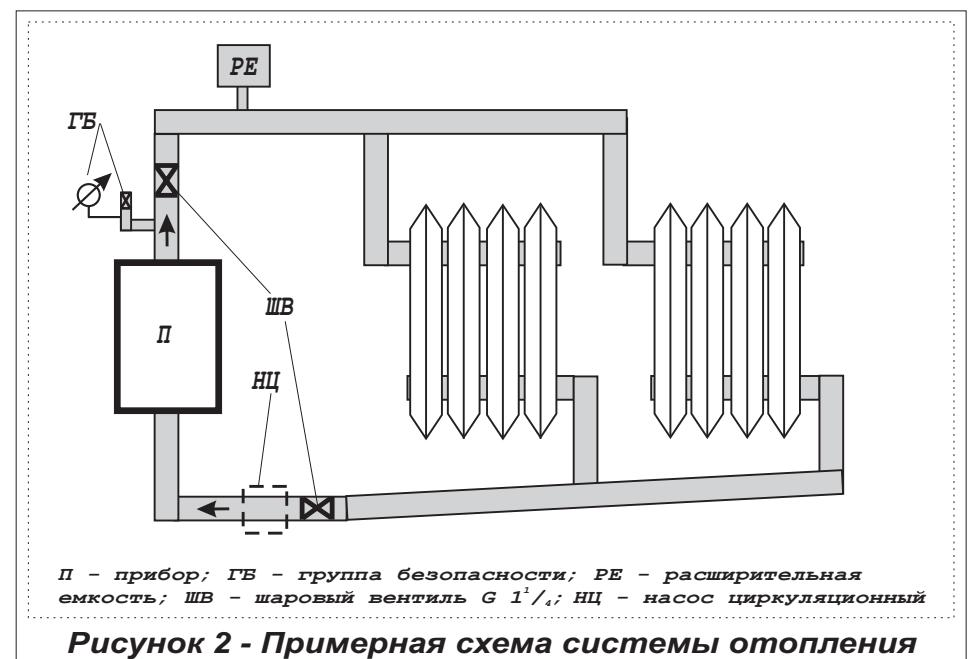

Рисунок 2 - Примерная схема системы отопления
5.9. *Внимание!* При эксплуатации прибора запрещается полностью или частично перекрывать шаровые вентили на входе и выходе из котла (см. рисунок 2).